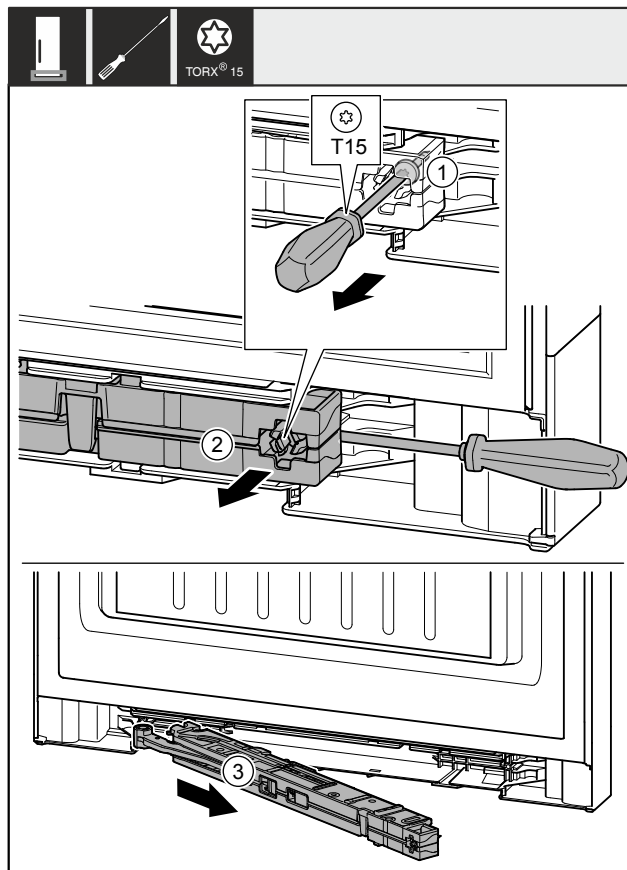

Fig. 11
- ▶ Odkręcić śrubokrętem śrubę Fig. 11 (1) na amortyzatorze zamykania drzwi na ok. 14 mm.
- ▶ Wyczepić amortyzator zamykania drzwi Fig. 11 (2) śrubokrętem po stronie uchwytu.
- ▶ Wyjąć amortyzator zamykania drzwi Fig. 11 (3).